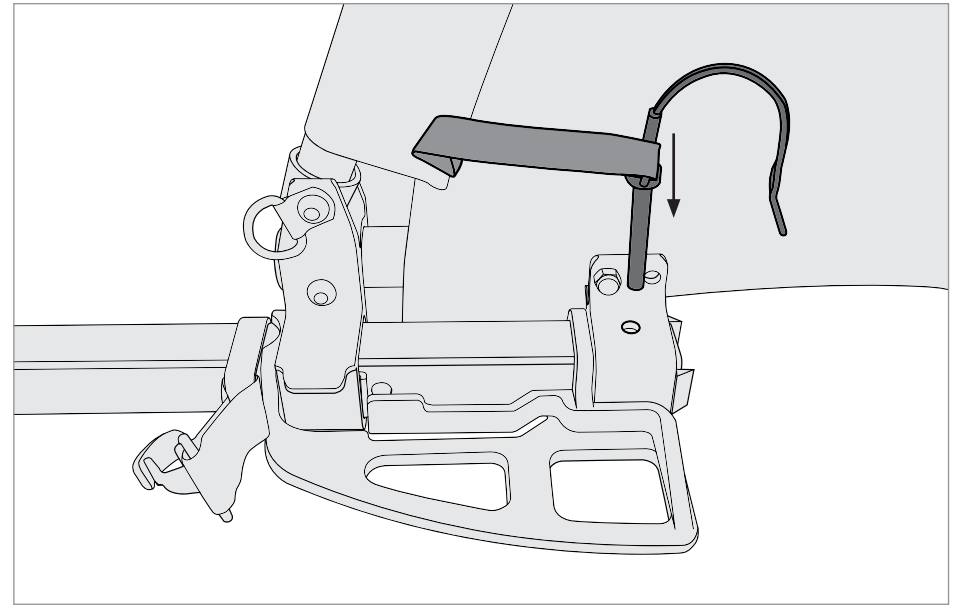

Figure 8
2. Insert the retaining pin from the top through the aligned holes (Figure 8).
1. Die Deichsel in die Deichselaufnahme einführen und dabei Bohrung A auf Bohrung B ausrichten (Abbildung 8). Der rote Sicherheitsriemenbügel sollte bündig mit dem vorderen Ende der Deichselaufnahme abschließen, was bedeutet, dass die Deichsel vollständig eingeführt wurde.
2. Den Halterungsstift von oben durch die aufeinander ausgerichteten Bohrungen von sowohl Deichselaufnahme als auch Deichsel einführen (Abbildung 8).
2. Insérez la tige de retenue depuis le haut en passant par les orifices alignés du récepteur et de la barre de remorquage (Figure 8).